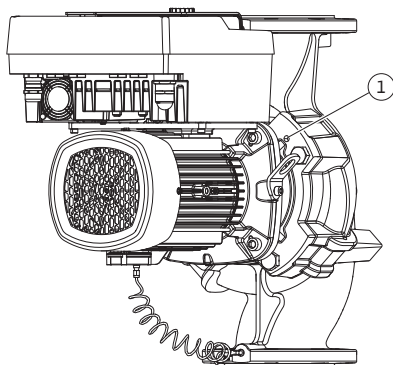
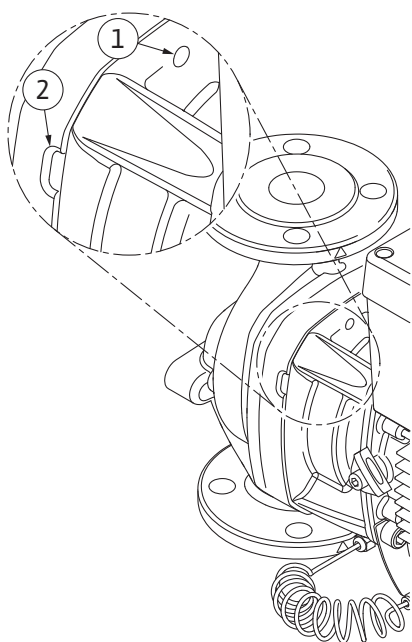

Fig. 103: Aftrykning af indstikssættet via gevindhuller
Fig. 104: Gevindhuller og slidser til afmontering af indstikssættet fra pumpehuset
12. Ved pumpetype (Fig. III, IV) løsnes skruerne pos. 29. Brug de to gevindhuller (Fig. 103, pos. 1), der ligger ved siden af, og anvend egnede skruer (f.eks. M10 x 25 mm), der er stillet til rådighed på opstillingsstedet. Tryk indstikssættet af pumpehuset. Anvend til pumpetype (Fig. I og Fig. II) de to gevindhuller M10 (se Fig. 104), og anvend egnede skruer stillet til rådighed på opstillingsstedet (f.eks. M10 x 20 mm). Ved aftrykning kan slidserne (Fig. 104, pos. 2) også anvendes. Sæt til dette formål f.eks. to skruetrækkere på, og anvend dem som håndtag. Efter ca. 15 mm føres indstikssættet ikke længere i pumpehuset.